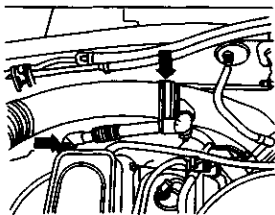

图 2-22 拔下空气进气软管和曲轴箱通气管
- 2) 拔下空气进气软管和曲轴箱通气管, 如图 2-22 所示。